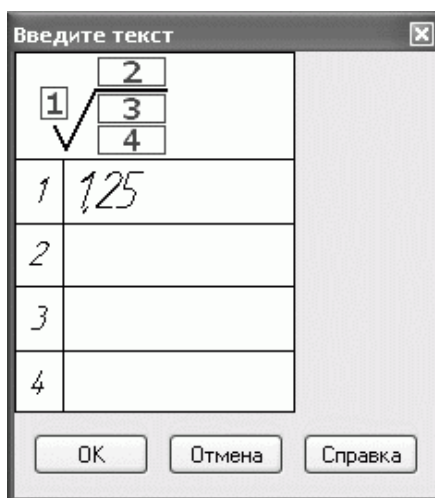

Рис. 2.136. Окно ввода надписей знака шероховатости
2. При необходимости в специальном окне введите текст, который будет отображен на знаке шероховатости (рис. 2.136). Это окно вызывается щелчком на поле Текст панели свойств. Как правило, в данном окне вводится максимально допустимое (после чистовой обработки) среднее арифметическое отклонение профиля выступов и впадин поверхности изделия R_a .